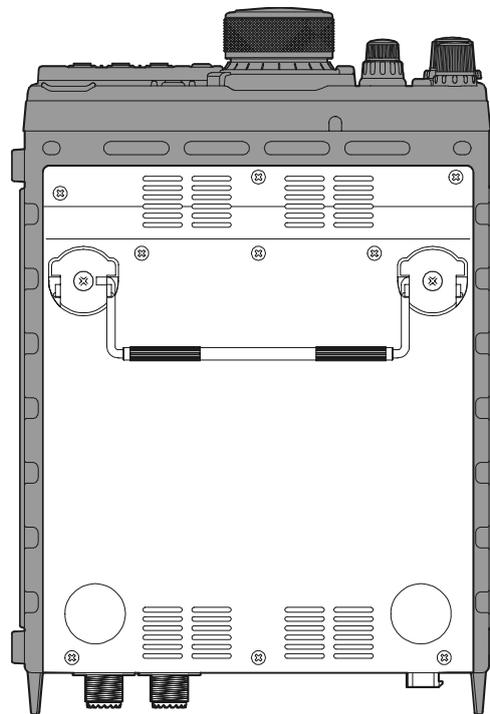

図 3
3. 底面ケースを外した場所に、操作 2 で外したビス 6 本を使用して、“FP-30”を取り付けます(図 3 参照)。